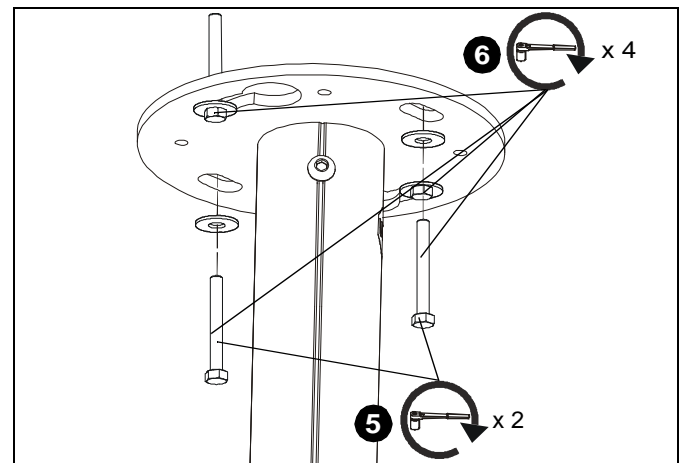

Abb. 6
5. Setzen Sie zwei (mindestens) 7,9 mm x 12,7–19 mm (5/16" x 2–3/4")-Ankerschrauben (nicht mitgeliefert) in die Löcher an der Deckenplatte und in die in die Holzbalken-Querverstrebung gebohrten Löcher ein. (Siehe Abb. 6)
6. Ziehen Sie alle vier Ankerschrauben an, um die Platte an der Decke zu fixieren. (Siehe Abb. 6)